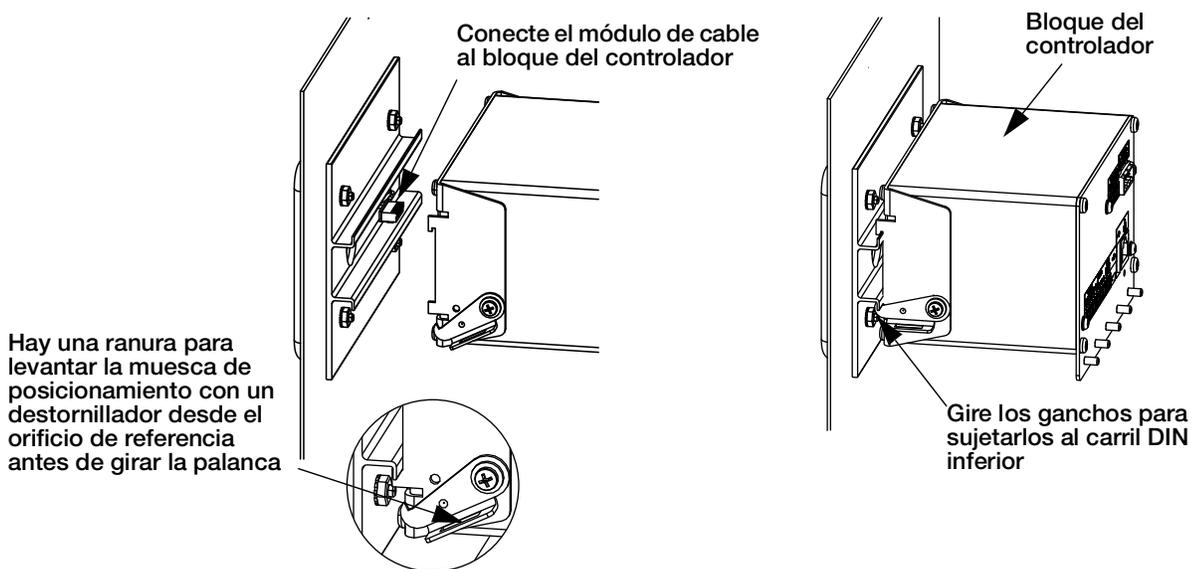

Figura 6. Instale el bloque del controlador
8. Coloque el bloque del controlador en el carril DIN como se muestra en la Figura 6.